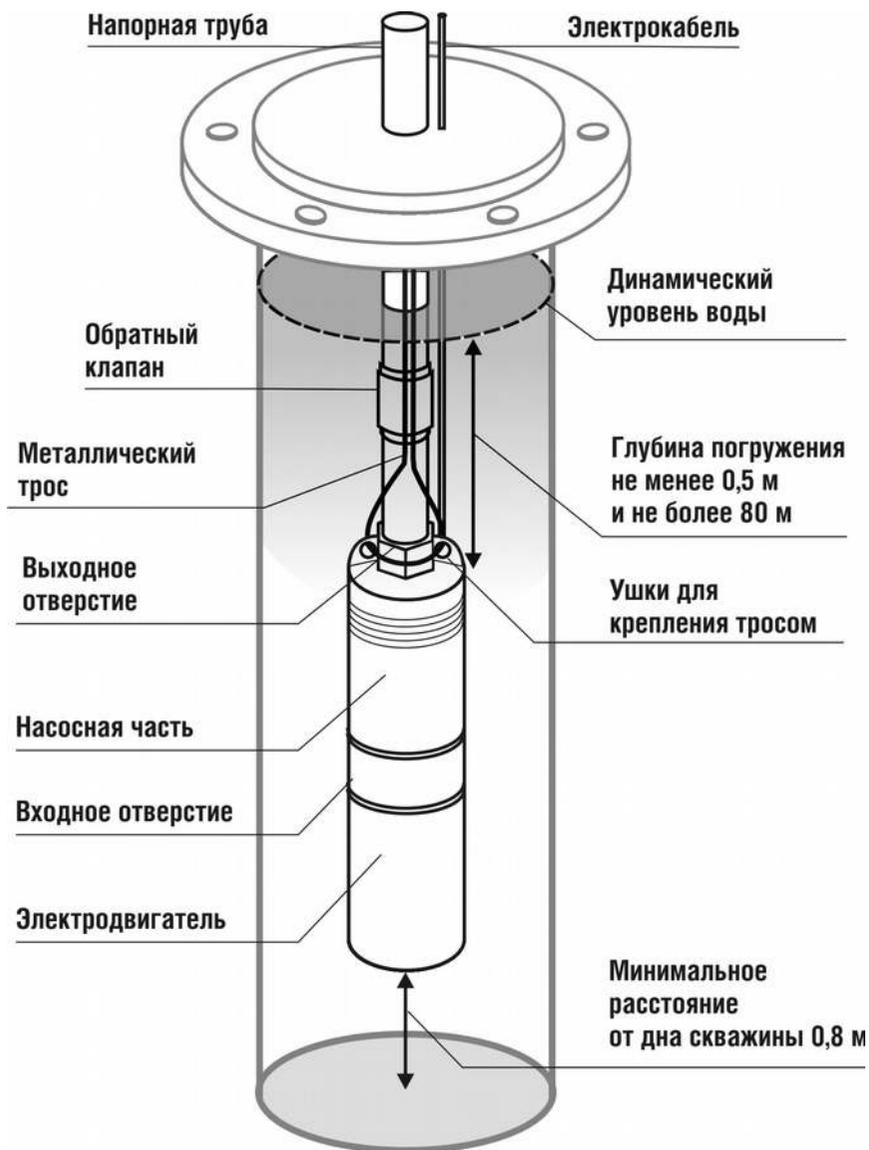

Рис. 2 Схема расположения насоса в скважине
В верхней части электронасоса расположено выходное отверстие с внутренней трубной резьбой. Крышка имеет два ушка для крепления электронасоса тросом. См рис. 2
- Опустить электронасос в воду в соответствии с рекомендациями, указанными в разделе 2 настоящего руководства, и закрепить трос над скважиной, колодцем и т.п. (см. рис.2).